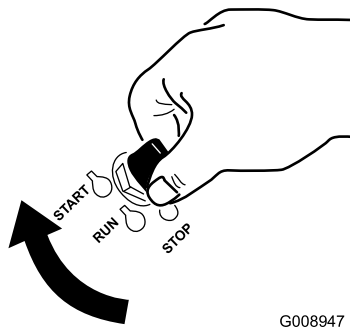

Figure 15
1. Tournez la clé de contact à la position de démarrage (Start) (Figure 15). Relâchez la clé quand le moteur démarre.
6. Tournez la clé de contact à la position de démarrage (Start) (Figure 15). Relâchez la clé quand le moteur démarre.